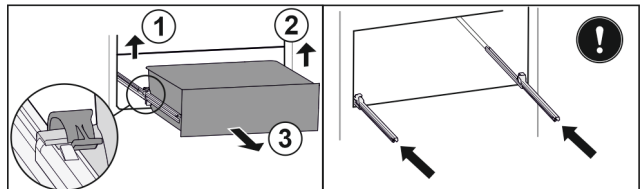

Fig. 219
- ▶ Linke Klemme anheben und gleichzeitig Schubfach links nach vorne ziehen. Fig. 219 (1)
- ▶ Rechte Klemme anheben und gleichzeitig Schubfach rechts nach vorne ziehen. Fig. 219 (2)
- ▶ Schubfach nach vorne entnehmen. Fig. 219 (3)